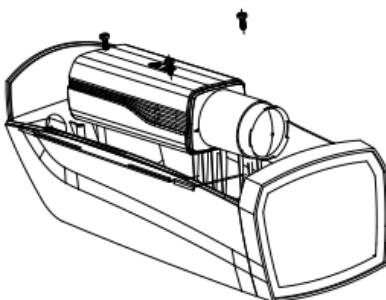

Abbildung 2-6 Kamera im Gehäuse befestigen
2. Befestigen Sie den Kameraslitten mit der Kamera wieder im Gehäuse, wie in Abbildung 2-6 gezeigt.